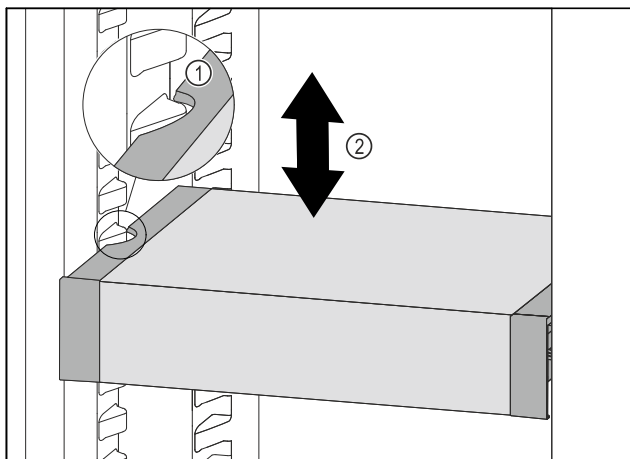

Fig. 194
- Trageți în față VarioSafe, până când degajările laterale ale VarioSafe se află la înălțimea nervurii recipientului din frigider. Fig. 194 (1)
- Mișcați în sus sau în jos VarioSafe în frigider, până când este atinsă înălțimea dorită. Fig. 194 (2)